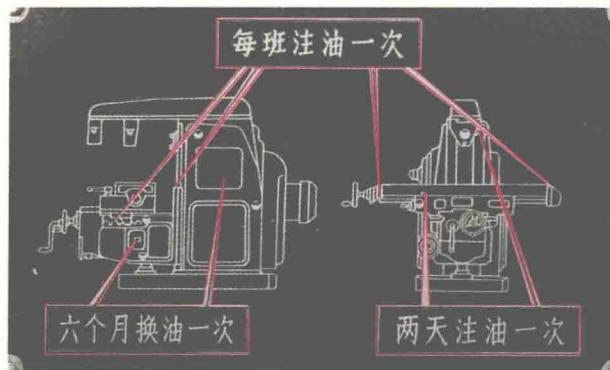
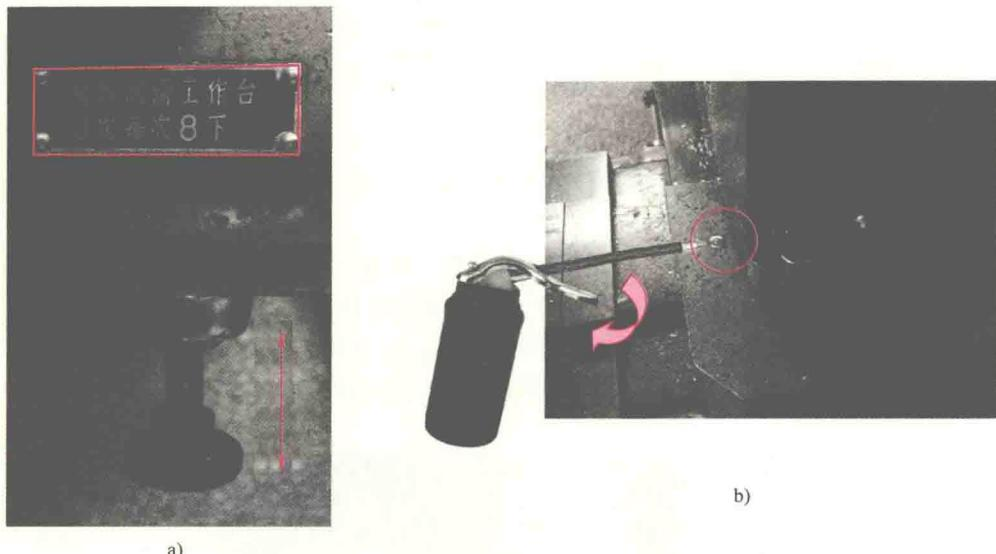

图 1-7 X6132 型万能卧式铣床润滑指示图
图 1-8 铣床润滑方式
1) 机床保养。应做到严格遵守操作规程，熟悉机床性能和使用范围，并懂得一般调整和维修常识。平时应做好一般保养和润滑，如图 1-7 所示为 X6132 型万能卧式铣床润滑指示图。使用一段时间后，应定期对机床进行一级保养。润滑油有机油和润滑脂两种，其中机油的注入方式也有两种，见图 1-8。